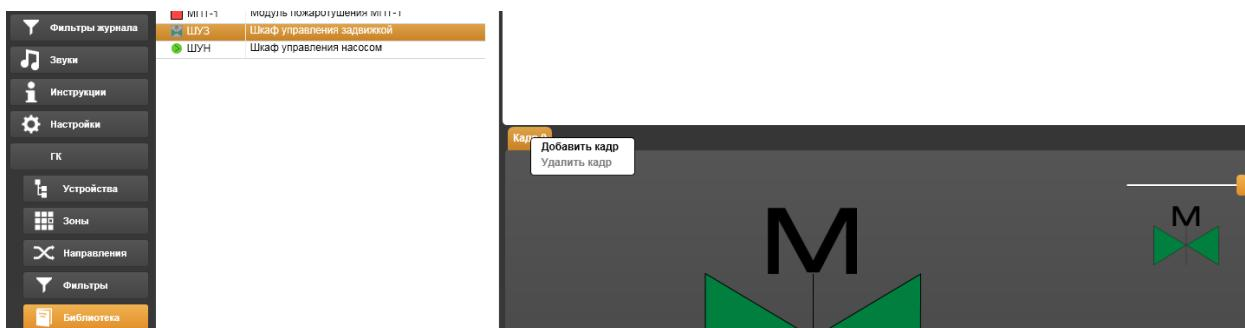

Рисунок 14.14.49 – Добавление кадра анимации
**– Импорт из .svg** открыть окно ОС Windows, найти файл с рисунками и, щелкнув на кнопке **Открыть** переместить выбранный рисунок в рабочую область. Далее, поместив указатель на закладку **Кадр 0** и щелкнув вспомогательной клавишей, выбрать из открывшегося контекстного меню функцию **Добавить кадр** (Рисунок 14.14.49), появится новое поле под закладкой **Кадр 1**. Во вновь созданное поле следует поместить следующий рисунок способом, описанным выше.